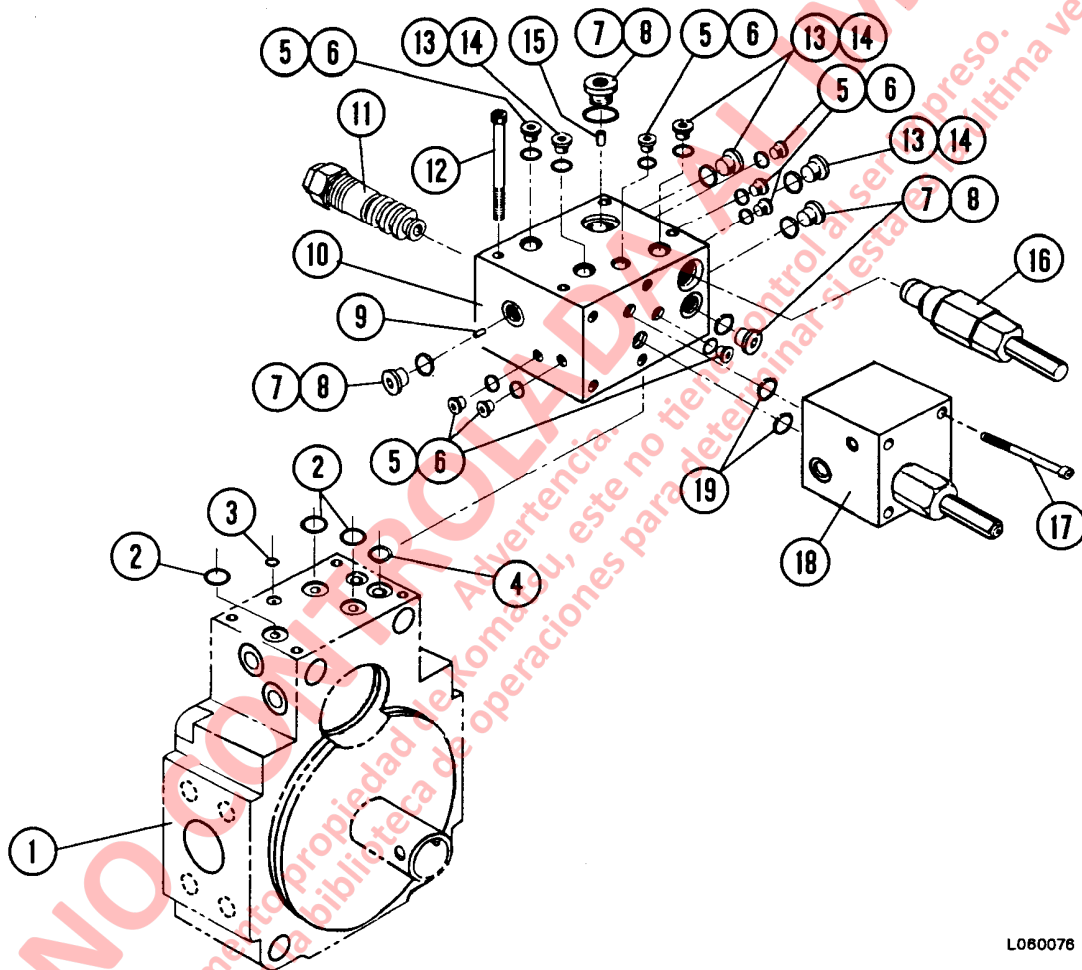

FIGURA 6-16. CONTROLES DEL COMPENSADOR Y DESCARGADOR
16. Saque el pasador (18) del pistón de control presionando o golpeando hacia afuera del orificio en el costado opuesto. Se puede desmontar el pasador de detención de control (8) y se puede deslizar el pistón de control (11) fuera de la camisa (4).
17. Saque los pernos (12, Figura 6-16) y saque el bloque compensador (10).
18. Saque los pernos (17, Figura 6-16) y separe el módulo de descarga (18) del bloque compensador (10).
19. Saque la válvula de 4 vías (11) y el compensador (16) del bloque compensador. Saque todos los tapones y orificios (9 y 15). Limpie el bloque con solvente; inspeccione todos los pasos y orificios para ver si hay obstrucciones.
20. Saque la válvula de descarga del bloque (18). Saque los tapones y limpie los pasos del bloque. Si está inoperativo el descargador, cambie el módulo completo.
44. Instale la placa de la cubierta (9) con el nuevo anillo de goma (10) y los pernos (7).
45. Instale los anillos de goma (2, 3 y 4, Figura 6-16) en la ubicación correspondiente en la parte superior de la placa de la válvula. Monte el bloque (10) en la placa de la válvula con prisioneros de cabeza hueca (12) y apriete con torque de **183 in. lbs. (20.7 N. m)**.
46. Monte la válvula de 4 vías (11) y la válvula compensadora (16).